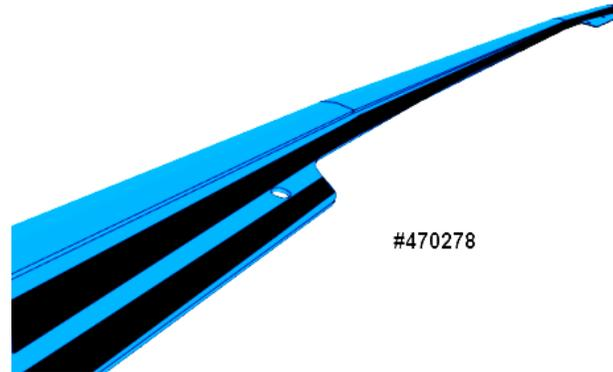

FIGURE 47
- Placer deux bandes de ruban de chaque côté de la rangée de perçage (sauf au milieu évidemment, où une seule bande peut être placée), le long du larmier no 470278. Voir la FIGURE 47.